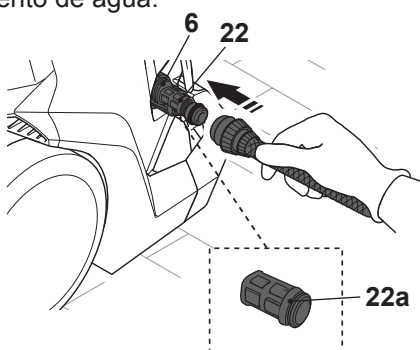

Fig. 14
1. Ligue o adaptador da mangueira da entrada de água (22) na entrada de água (6) (Fig. 14).
2. Ligue uma mangueira de água adequada (não incluída) no abastecimento de água e, em seguida, a outra extremidade no adaptador da mangueira de entrada de água (22).